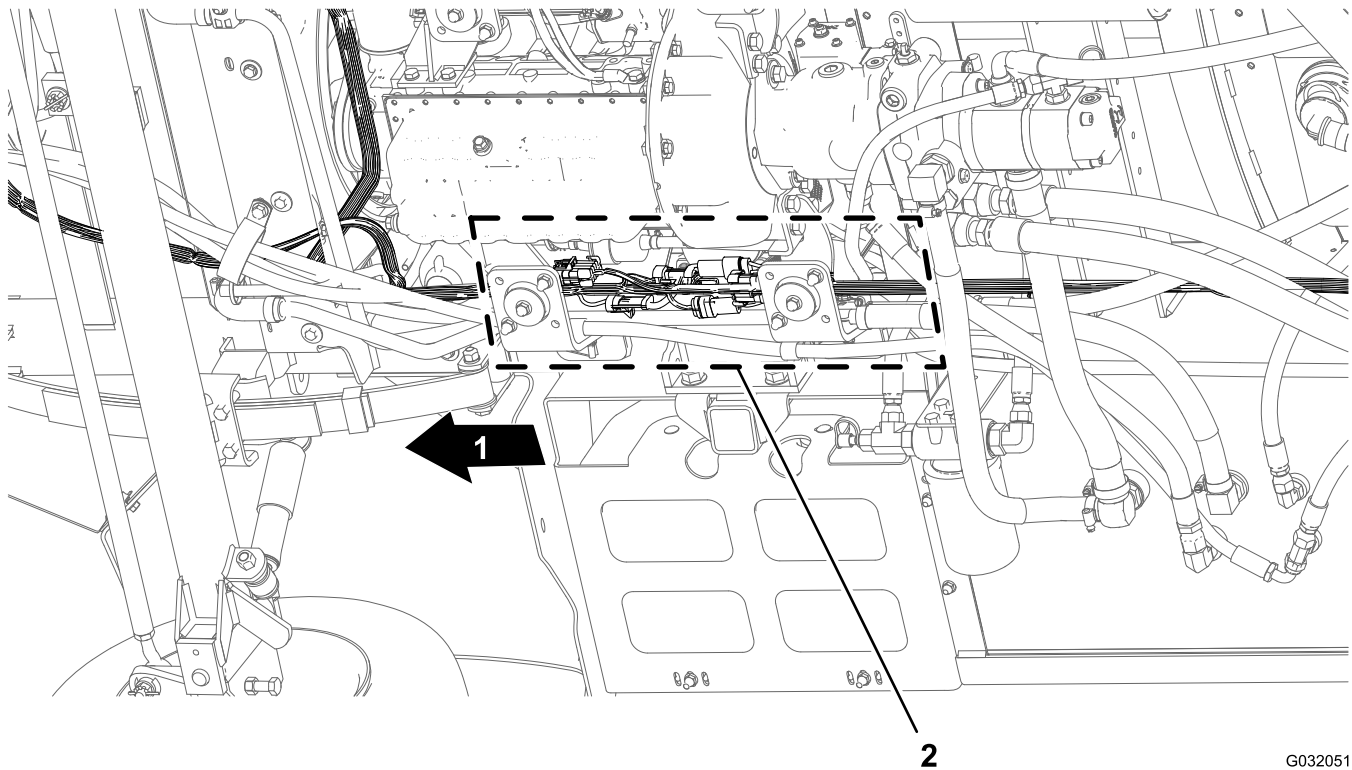

Bild 46
1. Suchen Sie an der Maschinenunterseite entlang des rechten Rahmenrohrs die elektrischen Anschlüsse für den vorderen und hinteren Kabelbaum der Maschine (Bild 46).